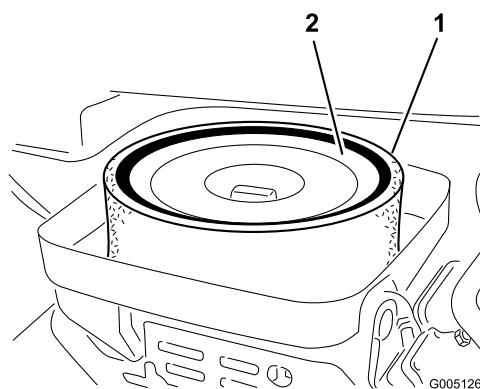

Figura 33
- Se o elemento de esponja se encontrar sujo, deverá retirá-lo do elemento de papel (Figura 33). Limpe-o bem, da seguinte forma: